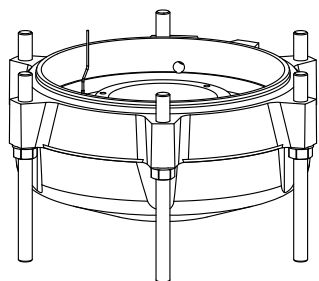

Bild 20: Entfernen der Gummischale (PX12, PX22)
7.6 Gummischale an der PX12 und PX22 (Bild 20)